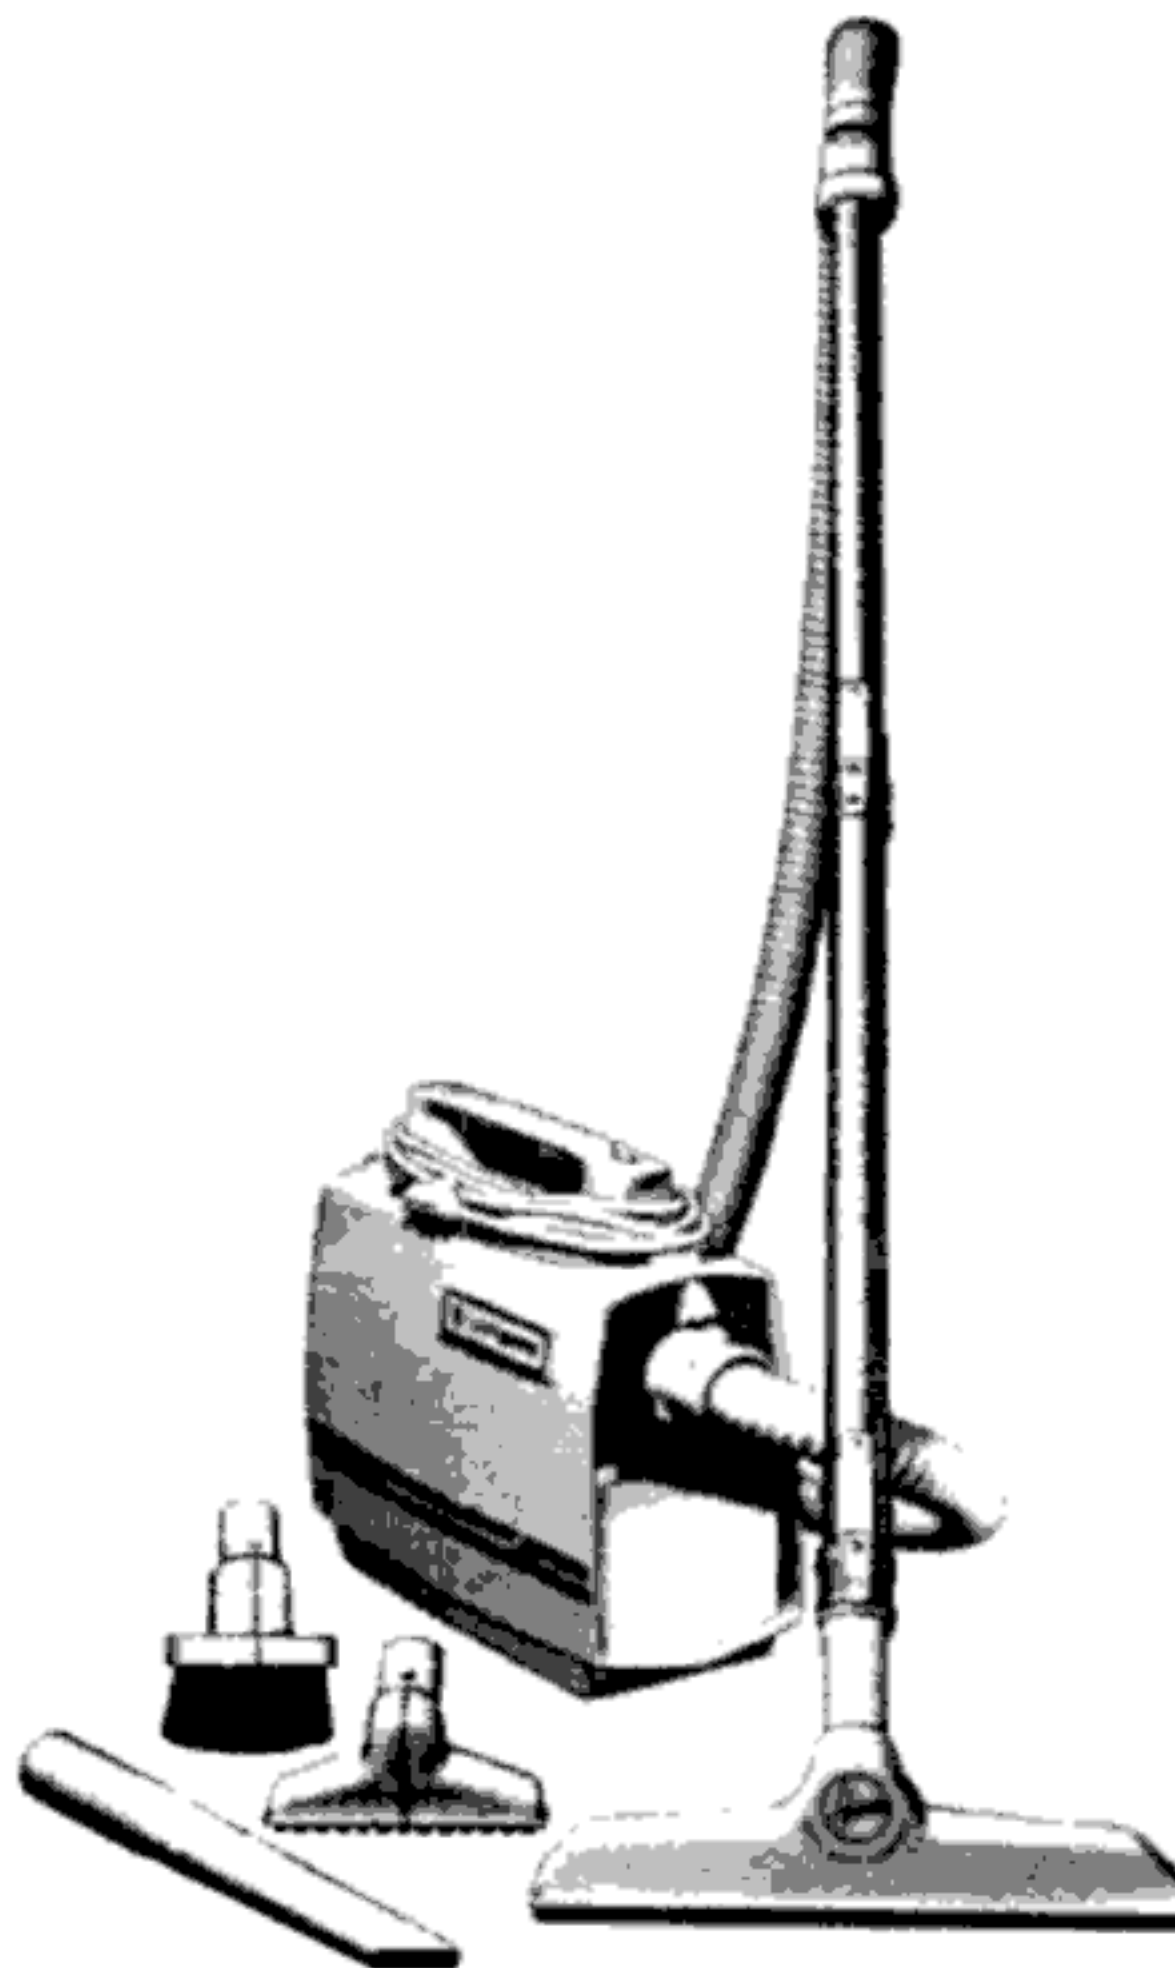

Fig. 4-1 Aspiradora de carro. (Cortesía de Hoover Company.)
1. *De carro.* En las aspiradoras de carro la acción limpiadora se produce mediante la *aspiración* generada por el ventilador accionado a motor. Esta aspiración actúa sobre la superficie y la corriente de aire arrastra hacia el saco la suciedad y el polvo. (Fig. 4-1.)